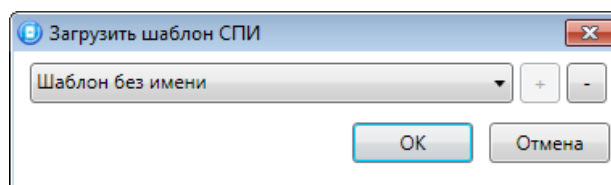

Рисунок 4.47 — Окно *Загрузить шаблон ПОО*
- *Загрузить шаблон настроек:* открытие окна *Загрузить шаблон ПОО* (см. рисунок 4.47), с помощью которого можно сконфигурировать контроллер по предварительно созданному шаблону. Для того чтобы применить шаблон, выберите его в списке и